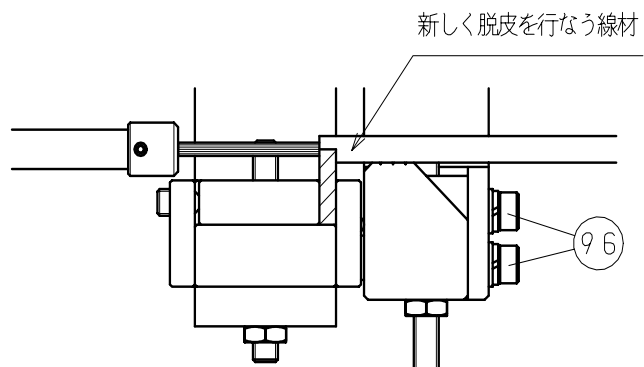

図2
- 5) №20：ツカミ部 (固定側) を線材の外皮に当て、№96：ボルトを 2 本ともしっかりと締め付けて下さい。(図 2 参照)